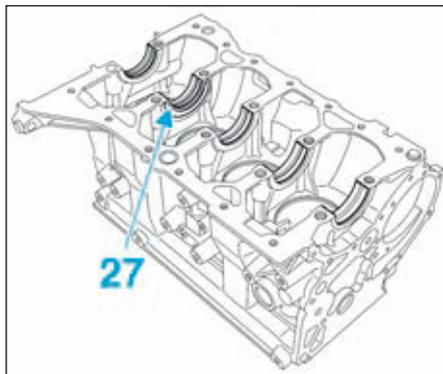

FIG.62
- Reposer les cales latérales (27) sur le palier du vilebrequin n°2 (Fig.62) (Rainures côté vilebrequin).